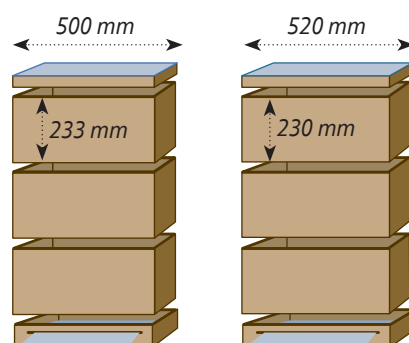
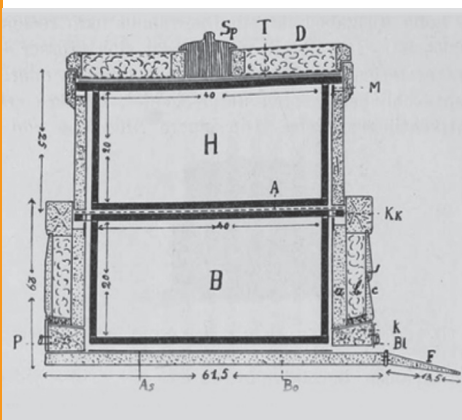

Figure 1 : Dimensions des modèles de ruche DNM/Segeberger et Zander (10 cadres)
Figure 2 : Schématisation de la ruche Zander, par Enoch Zander
La ruche DNM/Segeberger est composée de polystyrène expansé lui assurant une certaine légèreté et par conséquent, une facilité à manipuler les différents éléments ainsi qu'une certaine isolation. Les dimensions de corps de ce modèle sont de 500 x 500 x 233 mm, avec une épaisseur des parois variant de 45 à 50 mm (Fig. 1)¹⁻³. Cette ruche contient jusqu'à 11 cadres DNM, de dimensions 370 x 223 mm.
En théorie, ce modèle de ruche verticale, composé le plus souvent en bois (du pin Weymouth ou de l'épicéa)¹⁰, repose sur l'ajout d'éléments par le haut pour y stocker le miel¹⁰. Cependant, son format peut aussi être considéré comme "horizontal" car sa profondeur (520 mm) est supérieure à sa hauteur (230 mm) (Fig. 1). Cette particularité est d'ailleurs l'une des caractéristiques principales permettant son identification¹⁰. De plus, les éléments sont distinguables entre-eux : l'élément abritant la colonie est à double paroi tandis que l'élément stockant le miel, est à simple paroi¹⁰ (Fig. 2).
La ruche Zander se présente à l'origine sous un modèle divisible, composé de plusieurs éléments de taille identique. Il existe cependant d'autres modèles présentant des largeurs différentes, de hauteur et profondeur identiques¹¹ et abritant un nombre variable de cadres (6 à 12 cadres). À titre d'exemple, pour un modèle abritant 10 cadres, les dimensions sont de 520 mm (L) x 420 mm (l) et 230 mm (h) (Fig. 1)^{1,7,11}.